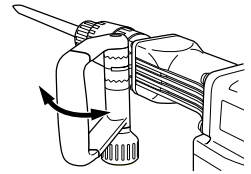
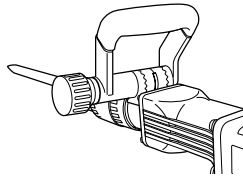
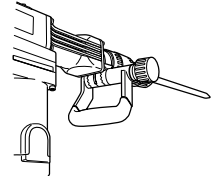

Fig. 7
Fig. 8
Fig. 9
- (2) Régler la poignée à une position facilitant le fonctionnement vertical (de haut en bas), comme indiqué à la Fig. 7, la Fig. 8 et la Fig. 9.
- (3) Tourner la saisie dans le sens de (B) et fixer la poignée.